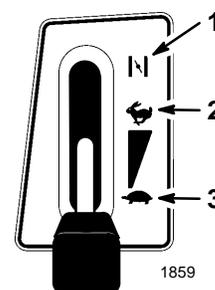

Figure 8
4. Mettre la manette des gaz en position "STARTER" (Fig. 8).
6. Lorsque le moteur a démarré, amener lentement la manette des gaz en position "RAPIDE" (Fig. 8). Si le moteur hésite et fait mine de caler, ramener la manette en position "STARTER" durant quelques secondes, puis remettre la manette en position "RAPIDE". Répéter l'opération si nécessaire.
1. Mettre la manette des gaz en position “LENT” (Fig. 8).